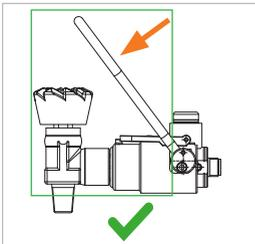
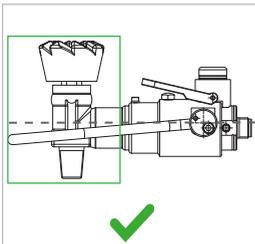

Abbildung 5
Abbildung 6
- ▶ Klappen Sie die Betätigung (Pos. 1) nach unten (Abbildung 5). Der Bügel / Hebel muss sich leicht und ohne Kraftaufwand nach unten führen lassen. Die Betätigung (Pos. 1) ist richtig positioniert, wenn die Arretierung (Pos. 8) mit einem hörbaren Klick einrastet. Dabei wechselt die Position der Arretierung (Pos. 8) von der Waagrechten in eine schräg nach oben zeigende Position. Die Gewindesegmente spannen sich beim Schließen im Gewinde des Flaschenventils fest. Die Betätigung (Pos. 1) muss in seiner Endposition unterhalb der Waagrechten des Adapters liegen (Abbildung 6).